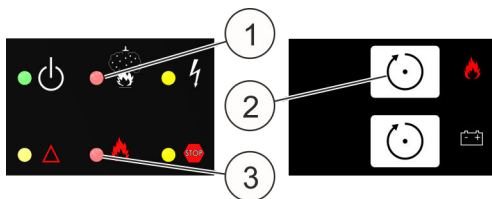

Fig. 36: LED e tasto [Reset]
- "Allarme incendio rilevatore 1", "Preallarme", il LED "Impianto di estinzione azionato" lampeggia (Fig. 36/1)
- "Incendio", LED "Impianto di estinzione attivato" (Fig. 36/3)
- Ripristino dell'allarme con il tasto superiore [Reset] (Fig. 36/2) dopo minimo 2 minuti affinché il gas di calibrazione possa essere completamente scaricato dalla camera di misurazione. I LED rossi si spengono e le segnalazioni di allarme nel display vengono cancellate.